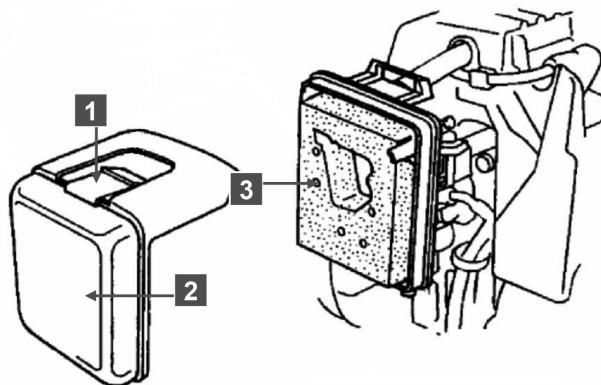

Рис. 9
•Нажмите на защелку (1) в верхней части крышки воздушного фильтра (2) и снимите крышку (рис.9).
- Проверьте состояние фильтра (3). Поврежденный фильтр замените.